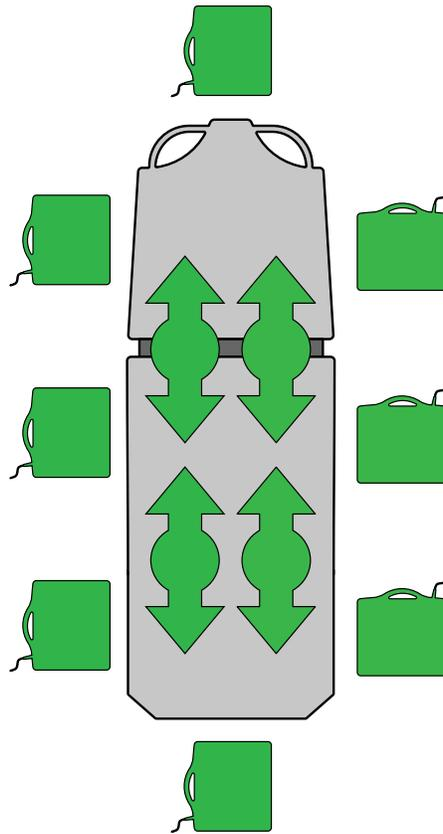

図 21 – X線カセットを挿入または取り外す
1. 製品の各側面に備わっている位置インジケータラベルを目安にして、製品の中央に患者を配置します(図21)。